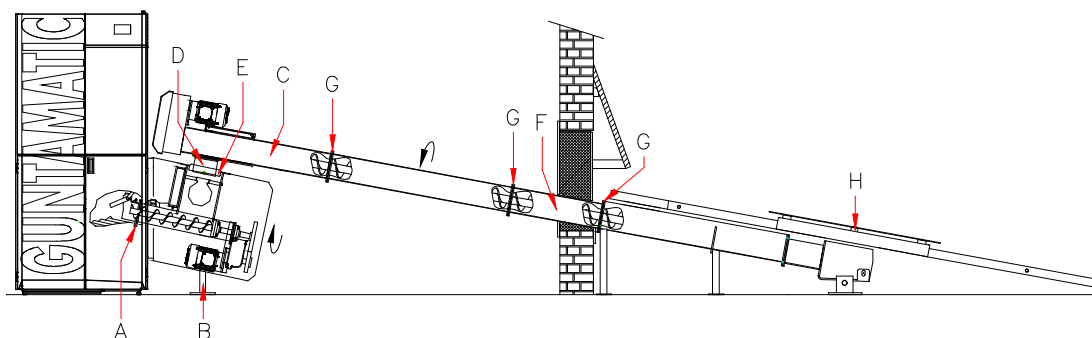

Abb.4
4. Si vous avez démonté la vis d'introduction (stocker), remettez correctement le joint entre la chaudière et le stocker (prise d'air) (A) Abb.4 et refixez l'ensemble avec les 4 vis M08 x 30, les rondelles freins et les 4 écrous. Réglez le pied de soutènement de la vis (B) Abb.4, de façon à soulager le stocker. Branchez les câbles de l'allumeur, du fin de course, de la langue de feu, du clapet coupe-feu, de la sonde du stocker et des deux moteurs A1 et G1.
5. Posez la vis d'extraction (C) Abb.4 sur le stocker et réglez l'orientation de la vis. La „boule“ (D) Abb.4 de la vis d'extraction doit être posée dans le joint caoutchouc (E) Abb.4 de façon à être étanche à l'oxygène.
6. Montez les rallonges de vis nécessaire à l'avance au sol. La rallonge de vis livrée de série de 0.55 m (F), voir Abb.4, doit toujours être installée dans le passage du mur. Serrez toutes les rallonges de vis entre elle avec les vis M08 x 30, les rondelles freins et les écrous, sans rebord à l'intérieur des auges. Emboîtez les vis (G) Abb.4 de façon à respecter la liaison hélicoïdale des vis. (pas de cassure dans la liaison de la vis). Raccordez cette vis pré-montée sur l'unité d'entraînement (C) Abb.4 (contrôle de la liaison hélicoïdale).
7. Raccordez le dessileur (H), voir Abb.4, à la vis d'extraction et respectez la liaison hélicoïdale de la vis (G) Abb.4